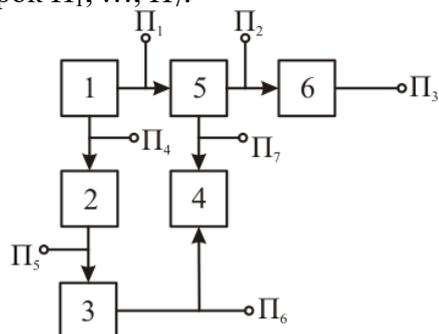

Рисунок 7.11 – Функциональная схема дизель - генераторного агрегата с регулятором частоты и напряжения
**Задача 33.** Объект диагноза дизель–генераторный агрегат с регулятором частоты и напряжения представлен функциональной моделью (рисунок 7.11). Назначение функциональных элементов на схеме: 1 – дизель, 2 – регулятор частоты, 3 – регулятор напряжения, 4 – возбудитель, 5– генератор, 6 – нагрузка. Предусмотрено проведение 7 проверок  $\Pi_1, \dots, \Pi_7$ .